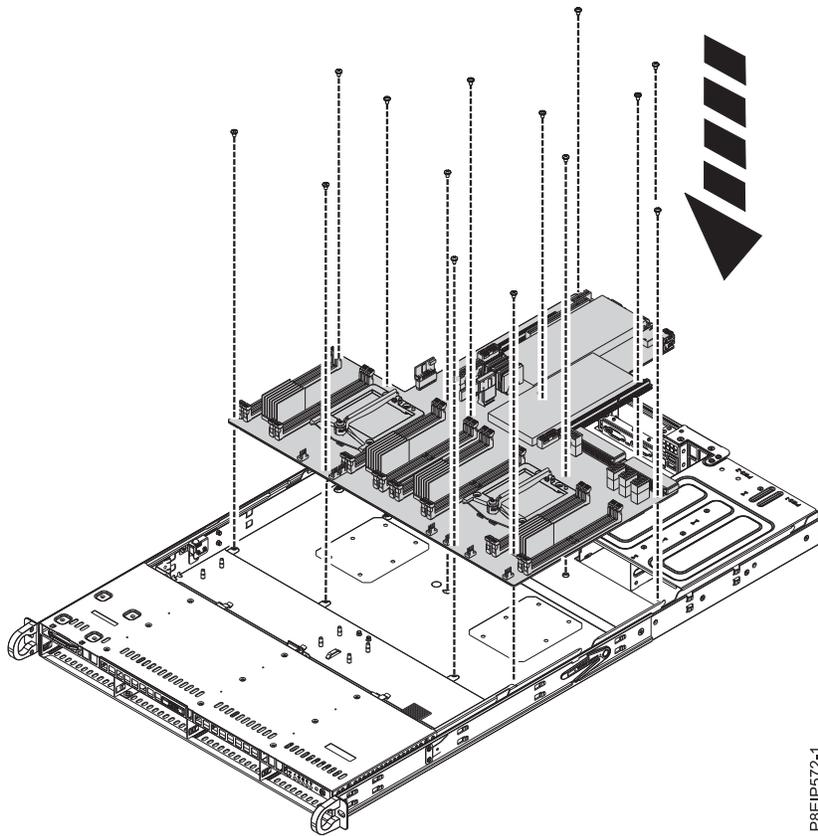

Figure 40. Remplacement du fond de panier système
12. En écartant les câbles avant et en maintenant soigneusement le dissipateur thermique du processeur, abaissez le fond de panier système dans le châssis puis faites-le légèrement glisser vers l'arrière. Voir la figure 40, à la page 41.